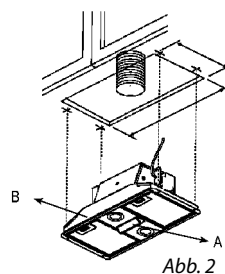

Abb. 2
2. Schließen Sie das Gerät an die Stromzufuhr an (Abb. 2). Die Dunstabzugshaube ist mit einer oder zwei Leitungen versehen: Modellreihe TFMH: 1 Leitung zur Stromquelle. Des Weiteren bei Modellreihe TFH1: 1 Leitung zum Anschluss eines externen Lüfters.
3. Entscheiden Sie sich, wo das Bedienteil platziert werden soll (Abb. 2, A, B):
4. Montieren Sie die Dunstabzugshaube (Abb. 2) in der Öffnung und befestigen Sie sie mit Hilfe der 4 mitgelieferten Schrauben am Gehäuse (die Packung enthält insgesamt 8 Schrauben, die für das 80cm-Modell benötigt werden).